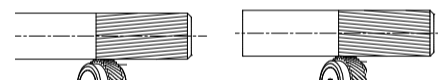
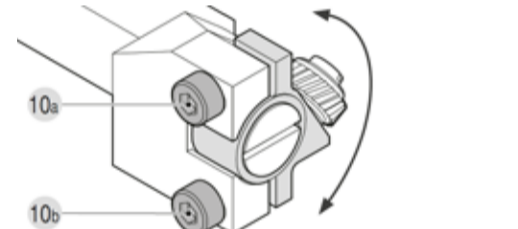
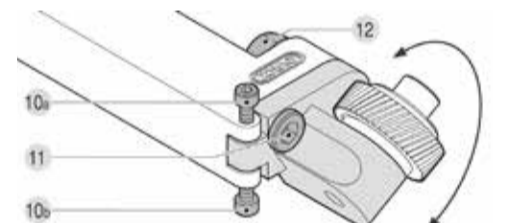

Fig. 8: Errore profilo
Fig. 9: Esploso C601
Fig. 10: Esploso C621
Nel caso in cui, nel corso della realizzazione di un profilo RAA, si formi una spirale (fig. 8), questa può essere corretta regolando la testa di godronatura mediante le viti di regolazione (fig. 9 + fig. 10, pos. 10).
La regolazione può essere effettuata direttamente mediante le due viti di regolazione fine (fig. 9, pos. 10). A tale scopo, aprire la vite 10a e regolare l'inclinazione tramite la vite 10b o viceversa. Dopo aver eseguito correttamente la regolazione, serrare a mano la vite opposta.
Per questo tipo di utensile, allentare prima il dado esagonale (fig. 10, pos. 12). Quindi allentare la vite di bloccaggio (fig. 10, pos. 11) e stringerla di nuovo leggermente per ottenere una regolazione senza gioco. A tale scopo, aprire la vite 10a e regolare l'inclinazione tramite la vite 10b o viceversa. Dopo aver eseguito correttamente la regolazione, serrare a mano la vite opposta. Stringere la vite di serraggio e il dado esagonale.